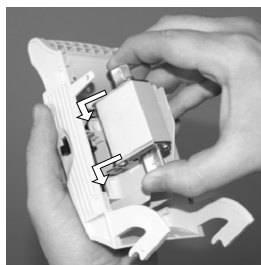

Figura 17
- Coloque el eslabón-fusible en un portafusible (Figura 17);